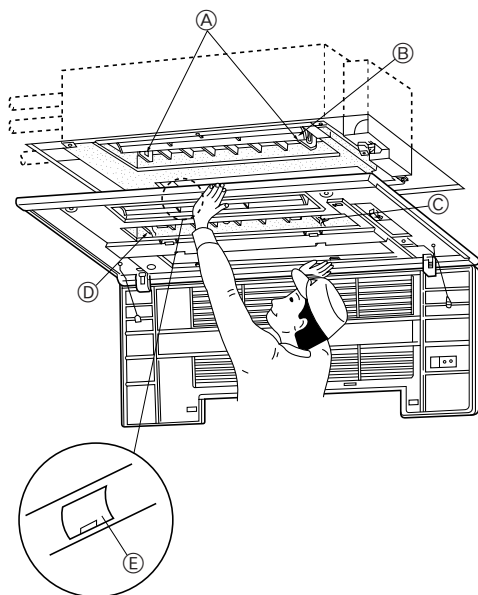

Fig. 5-4
5.3. Установка вентиляционной решетки (Fig. 5-4)